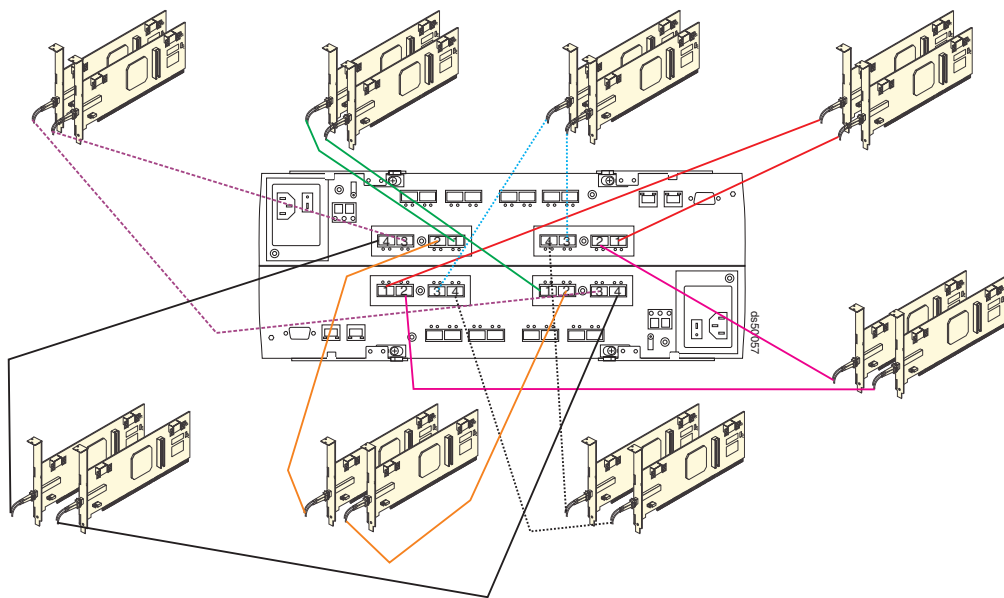

图 84. 八个冗余主机连接的接线图
- 对于每个其他的冗余主机连接，请重复第 125 页的 1 和第 125 页的 2 这两步。您最多可以创建八个冗余主机连接，如图 84 中所示。
注：图 84 显示主机端口连接到八组 FC 主机总线适配器（HBA）。您可以根据需要，使用 FC 交换机更换一组或所有组的 FC HBA。